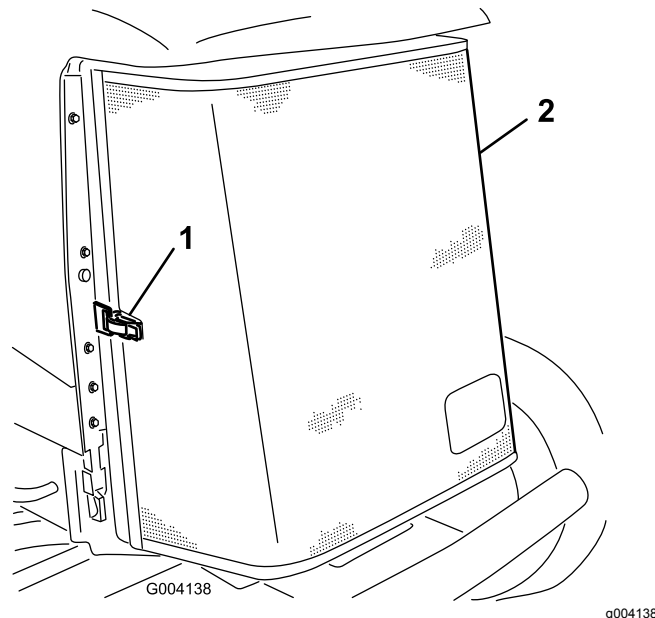

Figura 81
- Sbloccate il morsetto e aprite la griglia posteriore (Figura 81).